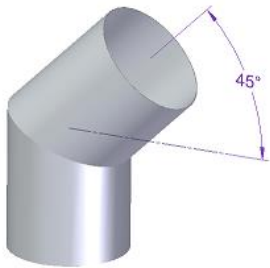
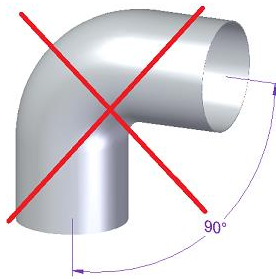

Figure 34 - Inclinaison correcte pour les tuyaux coudés
Figure 35 - Inclinaison incorrecte pour les tuyaux coudés
- * En conditions nominales de fonctionnement, le tirage des gaz de combustion doit être à l'origine d'une dépression de 12 Pa un mètre au-dessus du col de la cheminée. Pour effectuer une bonne installation, au moins 2 mètres de tube métallique de cheminée de même diamètre que la sortie de fumées de l'insert devra être appliqués verticalement. On pourra ensuite utiliser de nouveaux éléments de tubage d'une inclinaison maximum de 45°. Les Figure 34 et Figure 35 montrent les inclinaisons correcte et incorrecte en cas de besoin d'un coude, respectivement.